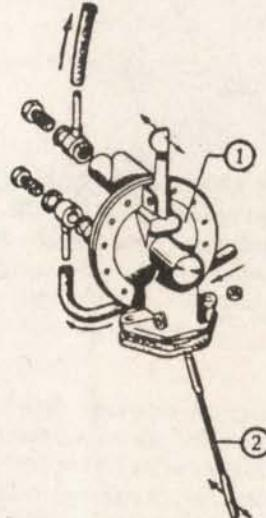

Fig. 3-1.— Bomba de bencina
**1. Circuito de bencina.**— Los automóviles Citroën tienen un estanque trasero, con capacidad media de 20 lt. de bencina. Al lado izquierdo del motor se ubica la bomba mecánica, que aspira bencina del estanque y la entrega al carburador, con presión de 200 gr./cm2. Esta bomba (Fig. 3-1) tiene un brazo inferior, para recibir accionamiento de la excéntrica del eje de levas, que mueve la membrana interior, para que aspire e impulse bencina a través de sus dos válvulas.